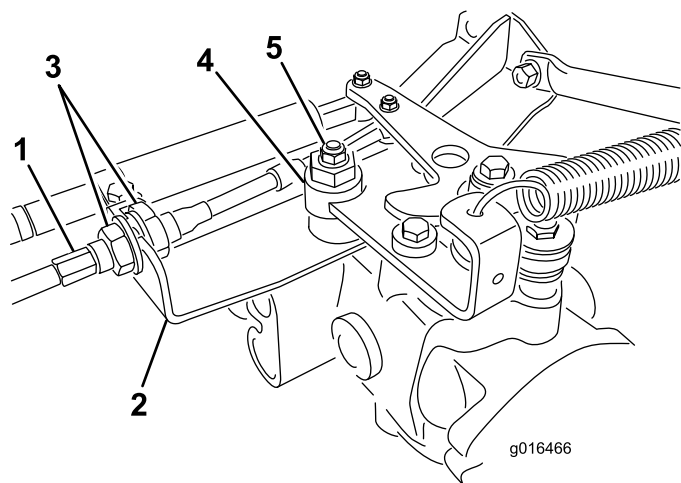

図 41
- A. 走行ケーブルを油圧トランスミッションのバルクヘッドに取り付けているジャムナット図 41 を両方ともゆるめる。調整ができるよう、ジャムナットは十分に、また均等にゆるめること。
注 偏芯ナットをトランスミッション上部に止めているナット図 41 をゆるめる。
- 調整ができれば固定ナットを締める図 41。
- バルクヘッドのそれぞれの側から、ロックナットを均等に締め付けて、ケーブルを固定する図 41。ケーブルをねじらないように注意すること。